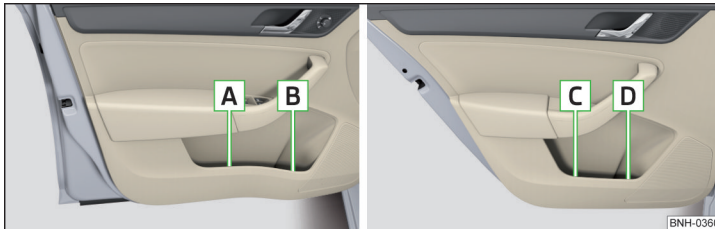

Abb. 60 Ablagefach: in der vorderen Tür / in der hinteren Tür
**Ablagefächer** » Abb. 60
Damit der Wirkungsbereich der Seitenairbags nicht beeinträchtigt wird, ist das Ablagefach **A** » Abb. 60 ausschließlich zum Ablegen von Gegenständen zu verwenden, die nicht herausragen.